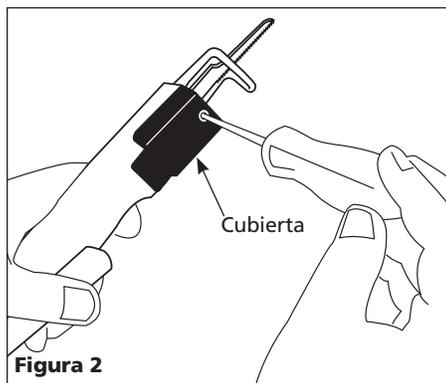

Figura 2
2. Use un desarmador Phillips para aflojar el tornillo de la cubierta (Figura 2).